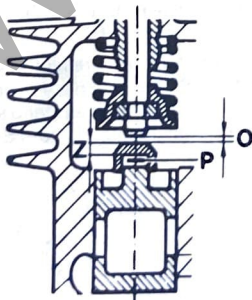

Bild 5
Ventilspiel (O, Bild 5) mit einer Fühlerlehre zwischen Ventilschaft und Stößelkopf messen. Der Stößel muss auf unterem Totpunkt stehen ; d.h. das Ventil muss geschlossen sein. Die Stößelköpfe gibt es in verschiedenen Bodendicken (Z), in Abstufungen von 0,20 mm. Bei Bestellung gewünschte Bodendicke (Z, Bild 5) angeben. Ferner gibt es noch Ausgleichscheiben (P) 0,1 mm dick. Durch Auswechseln der Stößelköpfe und Beilagen einer evt. erforderlichen Ausgleichscheibe (P) wird das Ventilspiel eingestellt.